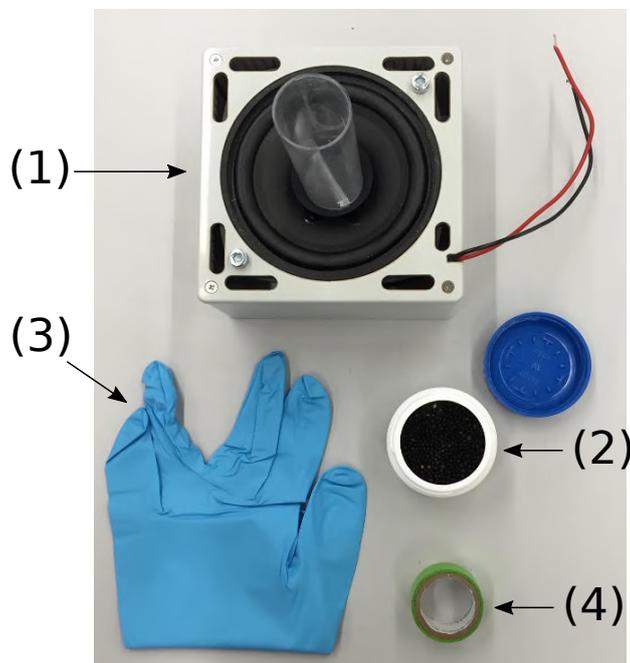

図 2：この実験のための、追加の実験器具。
- のこぎり波の信号の振幅は、(4) のポテンショメーターを用いることで調整することができる。信号の振幅に比例した直流電圧は、(GND ソケット (7) を基準として) モニターソケット (6) に出力される。ここで指示した ( ) つきの番号は、「全般的な注意」の信号発生器の箇所の写真 (図 2) の番号に対応する。